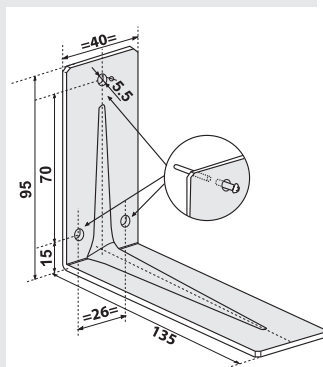

рис. 3
- Щоб зняти третє внутрішнє скло (лише для деяких моделей), відкрутіть гвинти на гумових елементах на правій і лівій стороні (Рис. 3). Зніміть скло (в напрямку стрілки 2).
- Через отвори в нижній частині приладу, позначте центри трьох отворів діаметром 5,5 мм. Це отвори, розташовані на короткому кінці кутового кронштейна притиснутого до стіни (рис. 3).